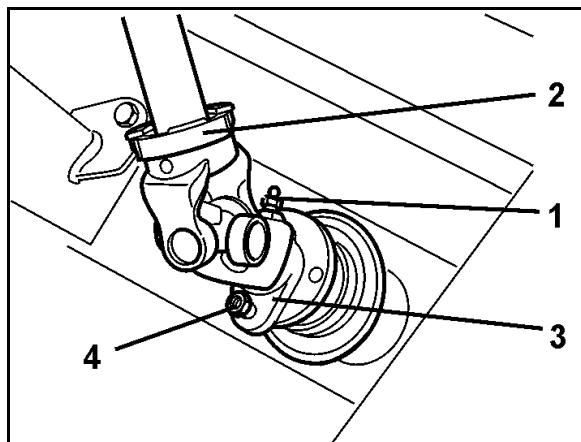

Рис. 81
1. Отверните конусный смазочный ниппель (Рис. 81/1) в соединительной вилке (Рис. 81/2) карданного вала.
2. Отсоедините срезной болт (Рис. 81/4) между фланцем вилки (Рис. 81/3) карданного вала и фланцем первичного вала редуктора.